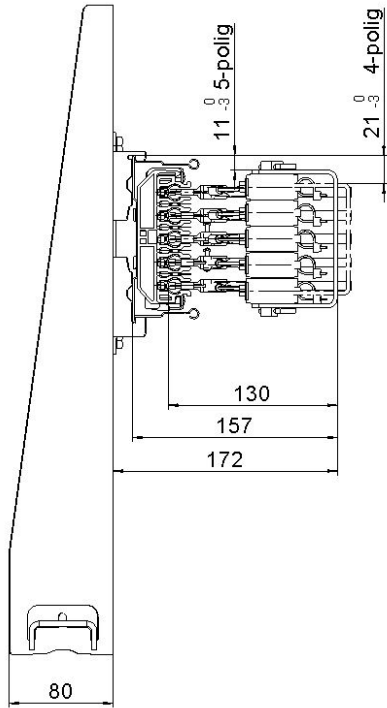

Abb. 77: Stromabnehmer 0831 (Bestell-Nr.: 083103-...)
- Den Abstand Montageebene der Stromabnehmereinheit zur Schleiffläche der Schleifleitung nach Einbauzeichnung einhalten (siehe Abb. 77 bis Abb. 80):
- Der Stromabnehmer muss senkrecht auf der Schleiffläche stehen (siehe Abb. 77 bis Abb. 80). Bei Bedarf muss die Position der Stromabnehmer angepasst werden. Ein Höhenversatz kann zur Beschädigung der Schleifkontakte und des Isolierprofils führen